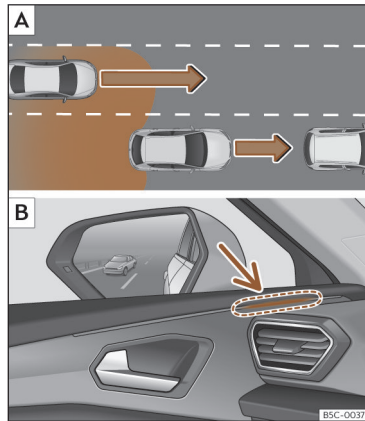

Fig. 143 Representación esquemática: **A** Adelantamiento con tráfico en la parte trasera. **B** Indicación del asistente de cambio de carril en el lado izquierdo.
En las siguientes situaciones se muestra una indicación en el testigo de control >>> **fig. 143 B** (flecha) o >>> **fig. 144 B** (flecha):
- Cuando se es adelantado por otro vehículo >>> **fig. 143 A**.